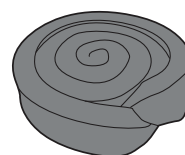

Fig. 22
1. Dérouler le joint d'étanchéité en mousse (inclus). (voir la figure 22)